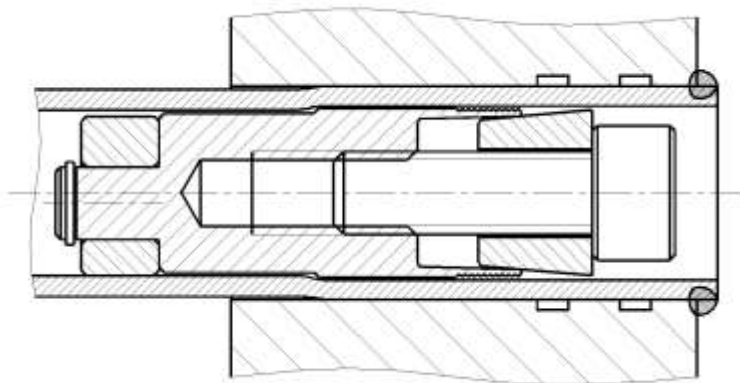

Рис. 5. Заглушка, установленная в трубе
4.2.2. Вставить пробку-заглушку в первый конец трубы (рис. 5) так, чтобы деформируемый участок корпуса с кольцевыми выступами оказался: